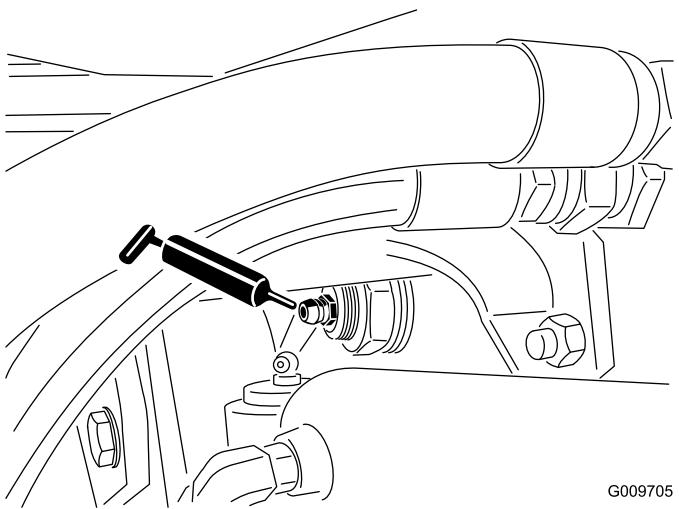

Figura 57
- Casquillos del pivote del eje trasero (2); consulte Figura 57